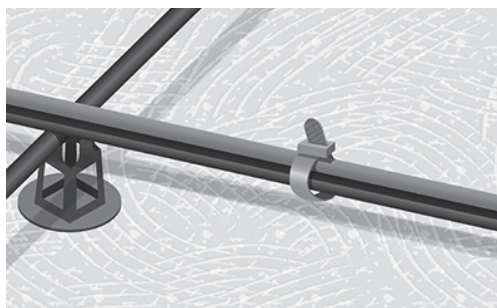

Fig. 5. Kabelen er festet. Kabelstroppene er løse og ikke på skjøtene
7. Rull ut kabelen og fest varmekabelen til armeringsnettet (Fig. 5).